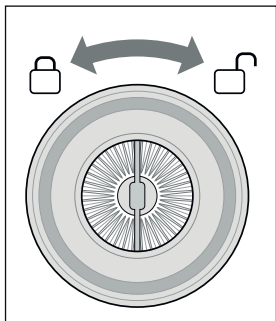

Abb. 9
2. Achten Sie auf die Schlosssymbole auf dem Deckel des Staubfilters **5**. Drehen Sie den Staubfilter **5** nach rechts in Richtung  und ziehen Sie ihn dann aus dem Filtergehäuse **4** (siehe Abb. 9 und 10).
5. Setzen Sie den Staubfilter **5** wieder in das Filtergehäuse **4** und drehen Sie ihn nach links in Richtung , bis er fest im Filtergehäuse **4** sitzt (siehe Abb. 9).